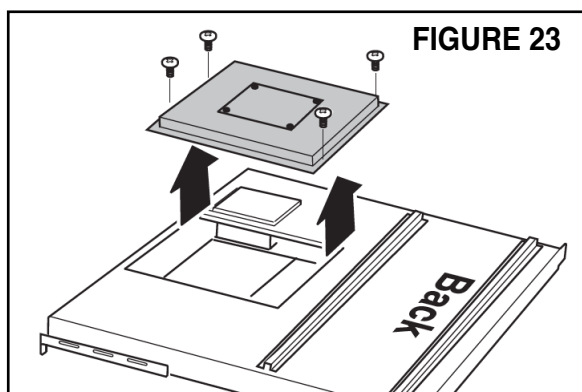

FIGURE 23
- Retirez le couvercle du grand sur le dos de la hotte. (FIGURE 23)